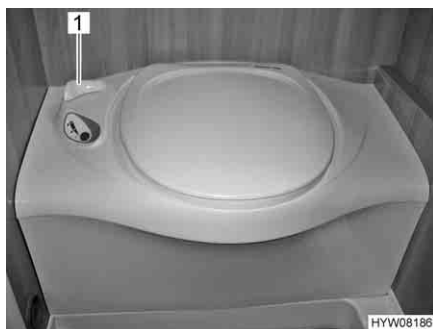

Bild 264 Thetford-toalett
- Öppna spjället på Thetford-toaletten före spolning. Därtill vrids spjällspaken (Bild 264,1) moturs.
- Efter spolning stängs spjället. Därtill vrids spjällspaken (Bild 264,1) medurs.